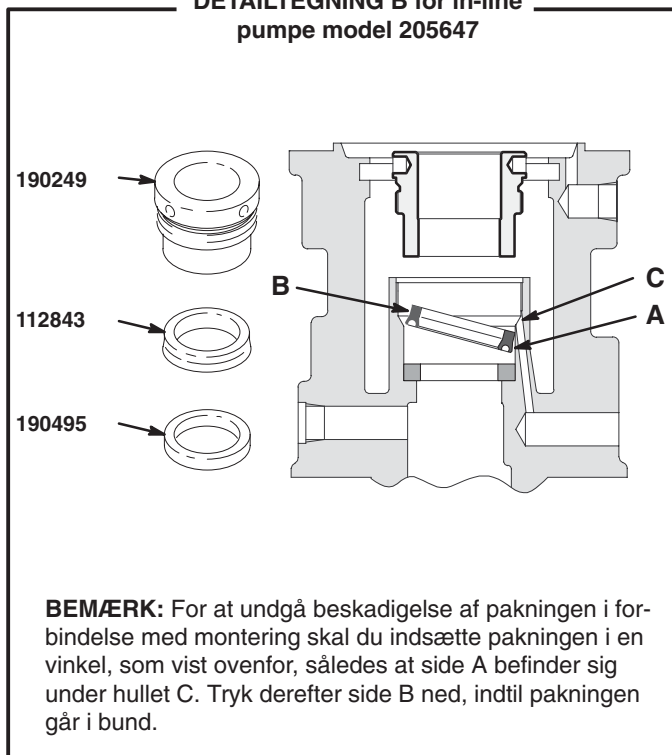

Fig. 4
BEMÆRK: Se Fig. 4 på side 12 og **Deltegningen** på side 14.
1. Fastspænd pumpen i en skruestik, og skru stempelcylinderen (CC) af luftmotorens bundplade (J). Træk stempelcylinderen væk fra luftmotoren, indtil splitpinden (DD), som fastgør pumpens forbindelsesstang til luftmotorens stempelstang (FF), er synlig. Se Fig. 4.
2. Afmontér splitpinden (DD), og skru pumpens forbindelsesstang (EE) af luftmotorens stempelstang (FF). Se Fig. 4. Afmontér cylinderen (G) fra luftmotorens bundplade (J) som beskrevet i afsnittet **Afmontering** på side 8.
3. Afmontér en luftudstødningsplade (BB) i lamelgitter, og skru halspakningsmøtrikken (HH) af ved hjælp af en skrueøgle eller en stang med en diameter på 5,6 mm. Se Fig. 4. Afmontér afstandsstykket og pakning fra bundpladen og pakningsmøtrikken. Rengør området omkring halspakningen på bundpladen og pakningsmøtrikken. Rengør og undersøg alle dele, og udskift disse om nødvendigt.
4. Smør pakningerne, stempelstangen og stempelflängen med let, vandfast fedt. Montér afstandsstykket og pakningen igen på bundpladen og pakningsmøtrikken. Kontrollér, at læberne på V-halspakningerne vender nedad. Se detailtegning B. Skru pakningsmøtrikken let fast på bundpladen. Skub forsigtigt stempelstangen ned gennem halspakningen, og sæt stemplet ned i bundpladen. Tilspænd pakningsmøtrikken. Montér pladen (BB) og cylinderen (G) igen. Slut luftmotoren til stempelpumpen igen.
Når splitpinden (DD) monteres igen, skal du **altid** bukke og gøre pinden flad (både hovedet og benene) omkring stangen til en samlet diameter på 25 mm (1"). Se detailtegning A på Fig. 4.
Se Fig. 4 på side 12 og **deltegningen** på side 16.
3. Afmontér en luftudstødningsplade (BB) i lamelgitter, og skru halspakningsmøtrikken (HH) af ved hjælp af en skruenøgle eller en stang med en diameter på 5,6 mm. Se Fig. 4.